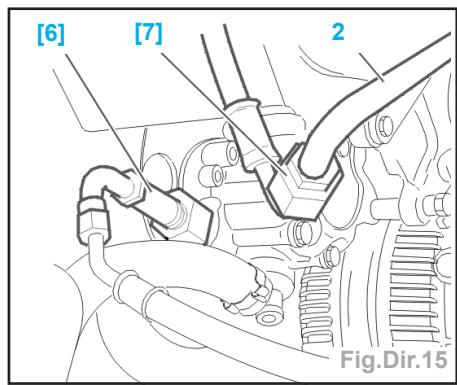

Fig.Dir.15
- Dévisser le tuyau haute pression (2) (Fig.Dir.15).
- Ecartez le tuyau haute pression (2).
- Visser le raccord [7] sur le tuyau (2).